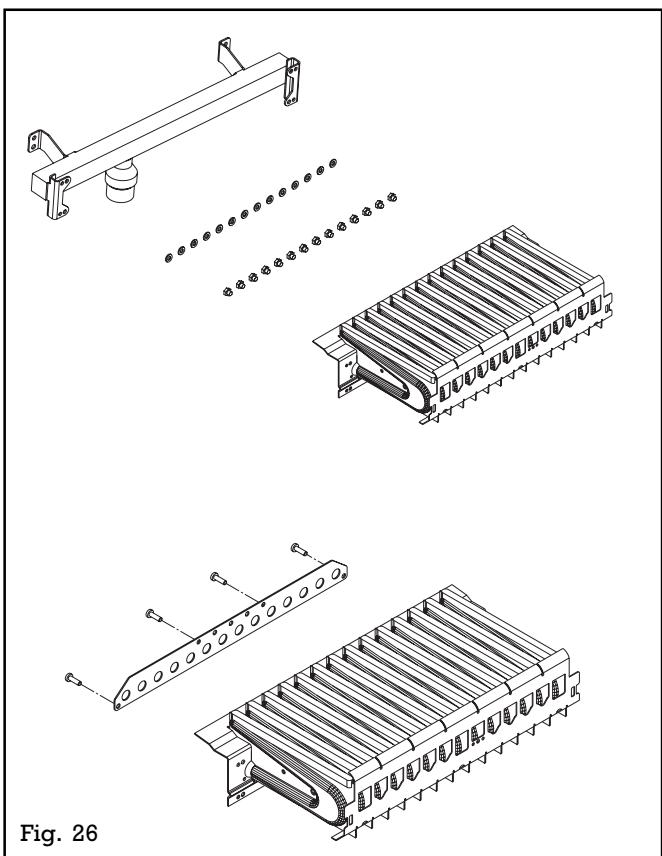

Fig. 26
- remplacer les injecteurs en place par ceux fournis avec le set (clé de 7) et changer leur joint (fig.26)
- fixer le déflecteur brûleur (fig.26) approprié à l'aide des vis fournies dans le cas d'une transformation au GPL, le retirer dans le cas d'une transformation aux gaz naturels